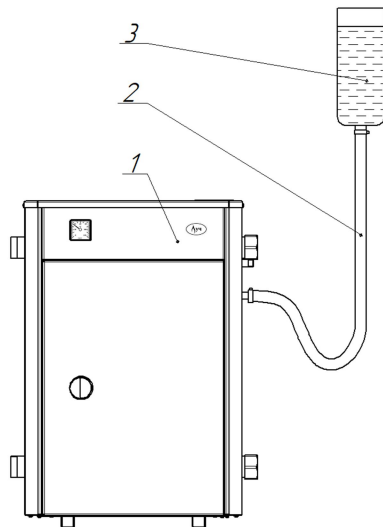

Рисунок 9. Чистка змеевика теплообменника
7.9. Чистка внутренней поверхности змеевика теплообменника 1 (рисунок 9.):